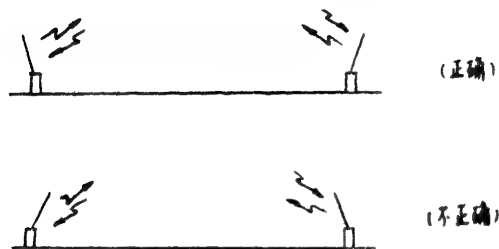

图 7
7) 在通信距离不远或讯号较强时电台的方向性不明显。但在讯号较弱时天线方向性就较明显。一般情况下,双方应使天线互为背向倾斜(见图 7)。当不易辨明通讯方向线时可将电台作缓转来确定一个最佳可听度方向。
8) 在臥倒状况下进行通讯时应使天线与地面垂直或成背向倾斜状况(见图7)。
8. 电台进行通讯时天线方向性要注意, 一般应为垂直, 或背向倾斜 (见图 7)